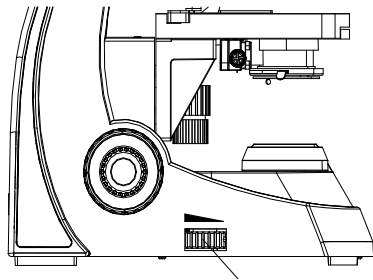

Figure 7
2. Regardez le bouton d'ajustement de la lumière ① jusqu'à ce que l'éclairage soit confortable pour l'observation. Tournez ce bouton dans le sens horaire pour augmenter la tension et la luminosité ; tournez-le dans le sens inverse pour les réduire (voir figure 7).